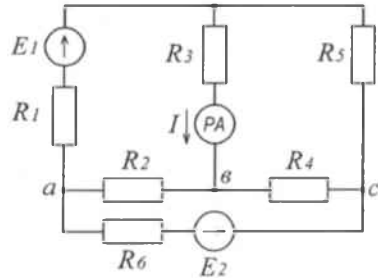

Рис. 5
**Задача № 3.** Дана сложная электрическая цепь (см. рис. 5). Необходимо рассчитать сложную электрическую цепь: 1) по законам Кирхгофа; 2) методом контурных токов. Дано  $E_1=10$  В,  $E_2=9$  В,  $I=0,5$  А,  $R_1=20$  Ом,  $R_2=55$  Ом,